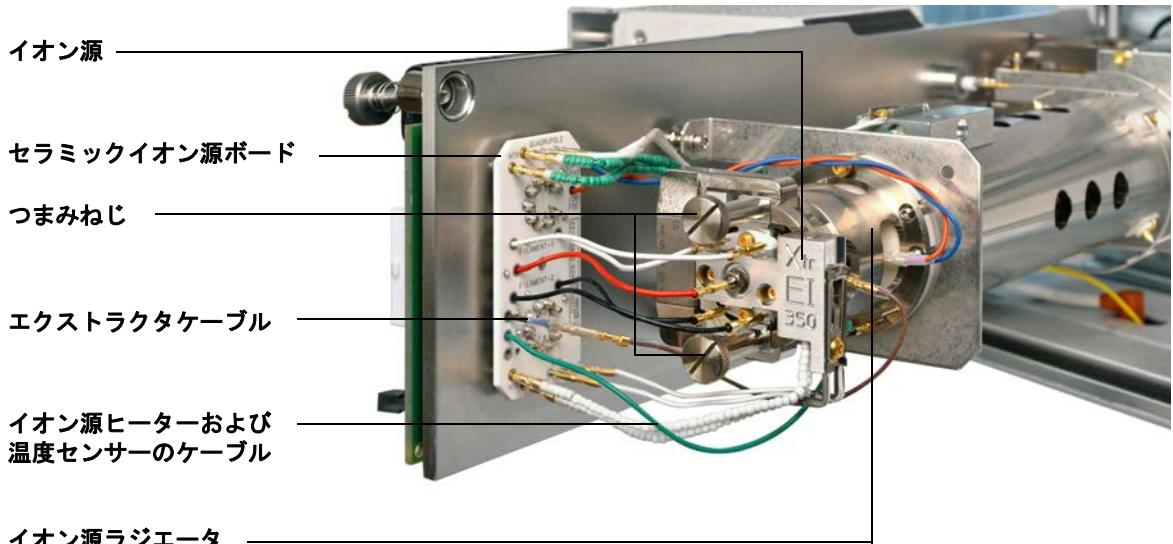

図 50 EI イオン源の取り付け
- イオン源を、ソースラジエータの中へ入れます。(図 50 を参照してください。)
- イオン源のつまみねじを取り付け、手で締めます。つまみねじを締めすぎないでください。(図 50 を参照してください。)